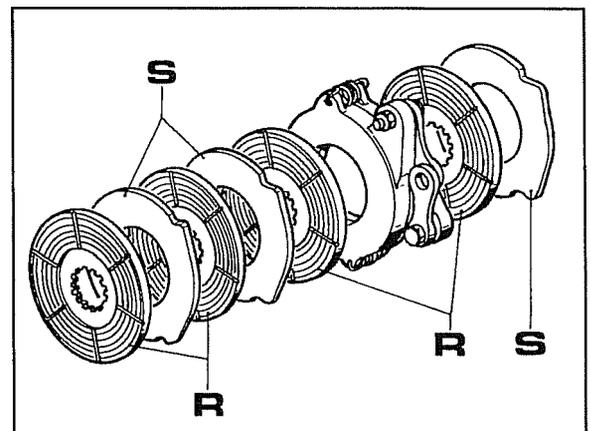

Fig. 23
- La fig.23 representa la masa frenante completa que hallaremos en la máquina desde el número de chasis C467494 en adelante.